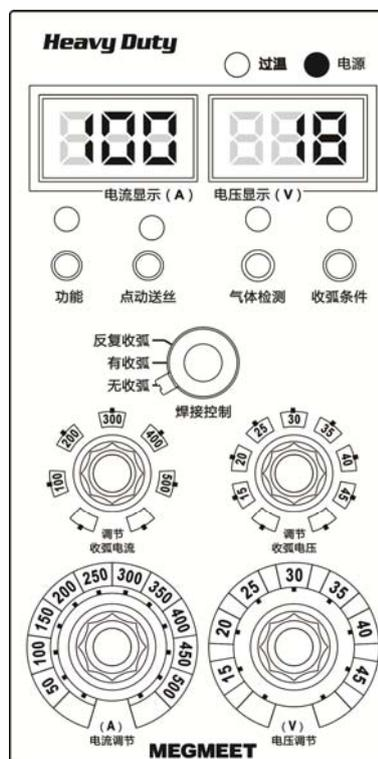

图3-5 无收弧设置界面
3. 参数设置完成后可进行焊接。面板设置如图 3-5 所示。